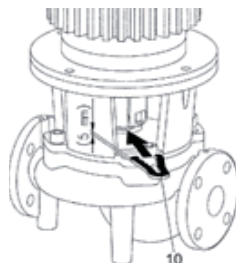

Fig. 14: Ansetzen der Montagegabel
- Montagegabel (Fig. 14, Pos. 10) zwischen Laterne und Kupplung schieben. Die Montagegabel muss spielfrei sitzen.